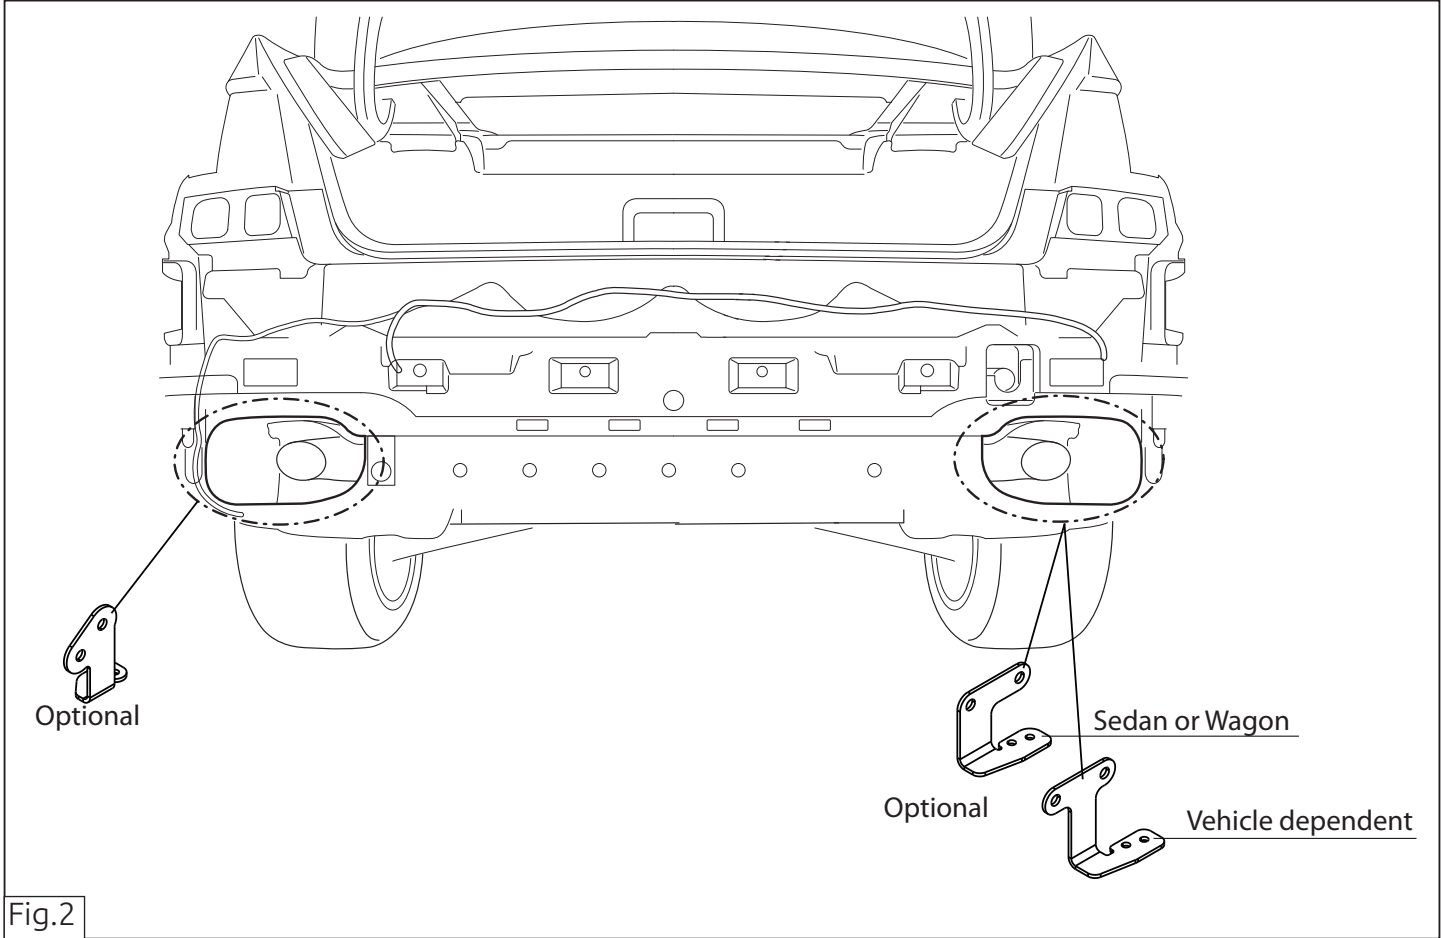

Fig.2
4. **Внимание:** у тех моделей, у которых были сняты кронштейны выхлопной трубы, поставить их снова на место, используя полосу Н и I в точках J и K. См. рисунок 2.